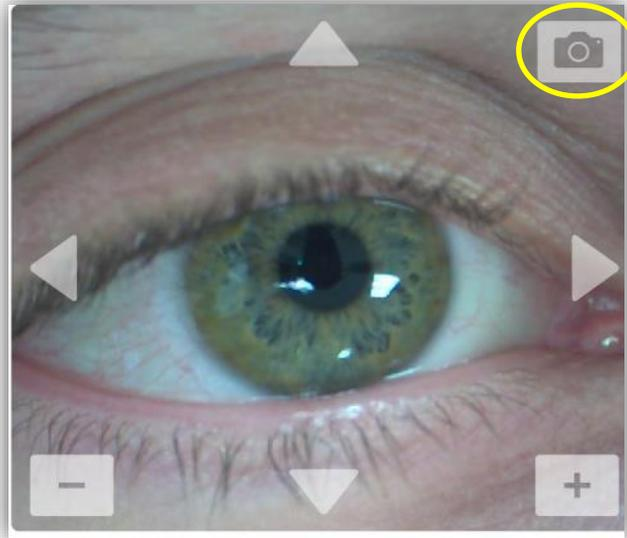

Figure 3-32. Capture d'images
- Pour capturer une image, sélectionnez le bouton de l'appareil photo dans le coin supérieur droit de l'image, comme illustré à la figure 3-32.